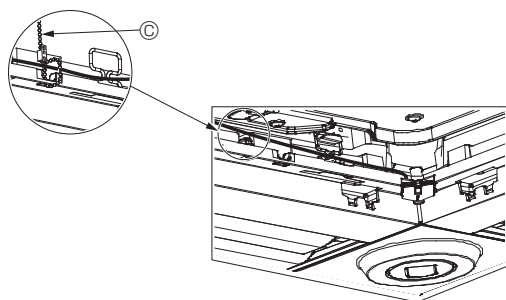

Fig. 10-12
- Fastgør i-See-sensoren og signalmodtageren til panelet som vist i diagrammet, så der ikke er slæk i ledningerne, og skær derefter den overskydende ende af beslaget. (Fig. 10-12)
- Hvis placeringen af i-See-sensoren er ændret fra position "o" (E) til position "□" (F), skal funktionsindstillingerne ændres. (Se side 147).